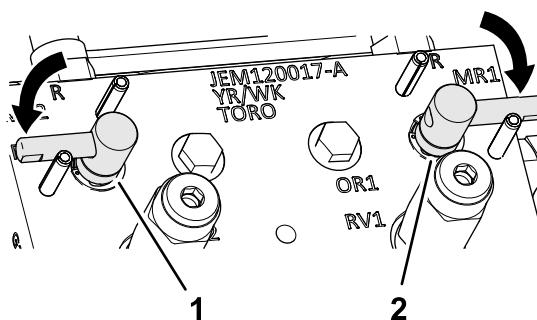

Figura 117
3. Mova as alavancas de retificação para a posição F (corte) (Figura 117).